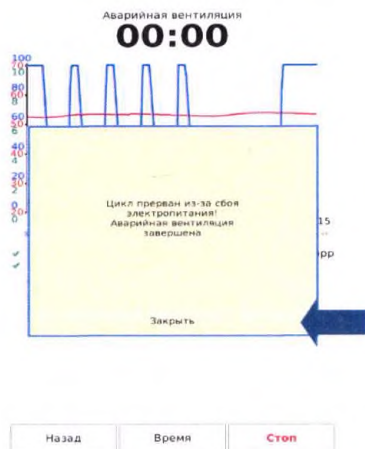
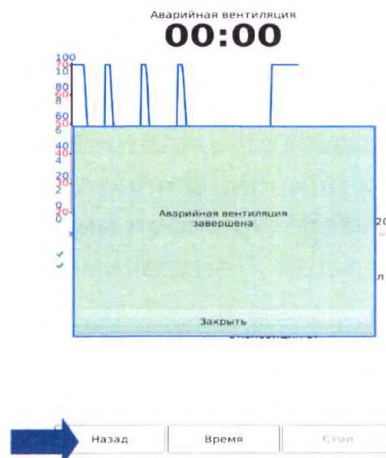

Рисунок 22
Рисунок 23
Аварийная вентиляция завершена» (Рисунок 22).
12.3.3 Для открытия двери камеры необходимо выйти в главное меню, нажав на клавишу «Заккрыть» (Рисунок 22), а затем нажав на клавишу «Назад» (Рисунок 23).